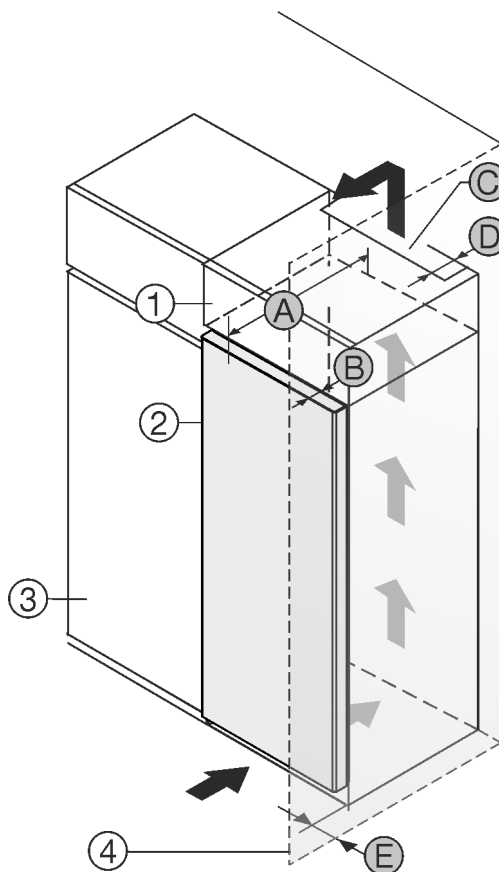

Fig. 1
Sie können das Gerät direkt neben dem Küchenschrank *Fig. 1 (3)* aufstellen.*
An der Rückseite des Aufsatzschrankes muss ein Abluftschacht mit der Tiefe *Fig. 1 (D)* über die gesamte Aufsatzschrankbreite vorhanden sein.*
Unter der Raumdecke muss der Entlüftungsquerschnitt *Fig. 1 (C)* eingehalten werden.*
Wenn Sie das Gerät mit den Scharnieren neben einer Wand *Fig. 1 (4)* aufstellen, dann muss der Abstand zwischen Gerät und Wand mindestens 13 mm betragen.*
Wenn Sie das Gerät mit den Scharnieren neben einer Wand *Fig. 1 (4)* aufstellen, dann muss der Abstand zwischen Gerät und Wand mindestens 20 mm betragen.*
Damit Sie die Tür vollständig öffnen können, muss das Gerät um die Türtiefe *Fig. 1 (B)* gegenüber der Küchenschrankfront vorstehen. Abhängig von der Tiefe der Küchenschränke *Fig. 1 (3)* und Verwendung von Wandabstandshaltern kann das Gerät weiter herausragen.*